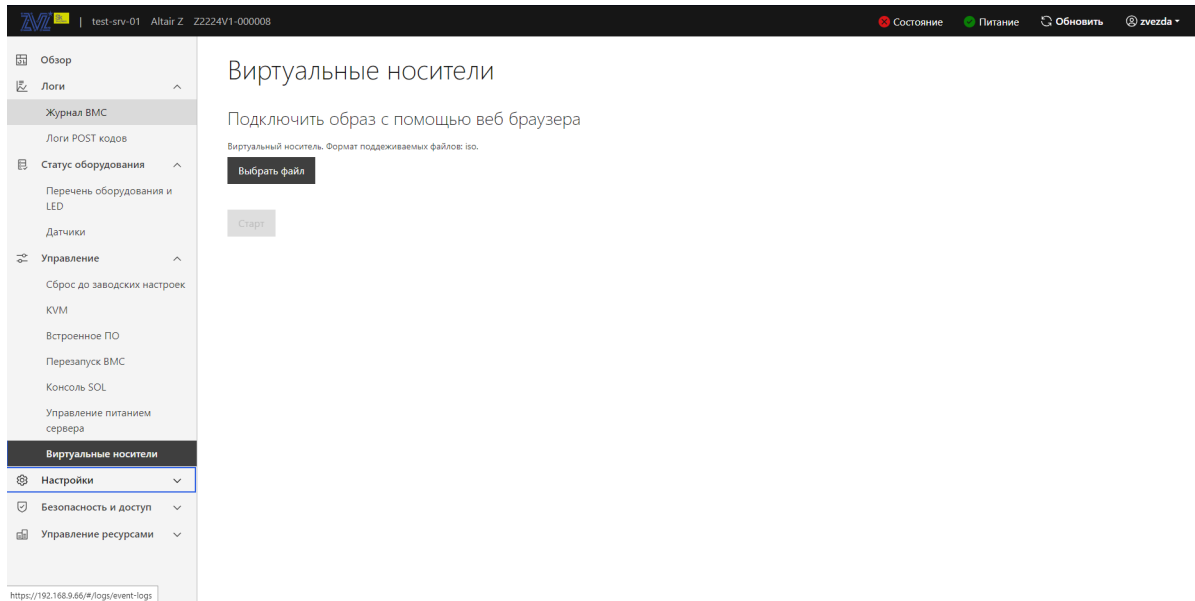

Рис. 89. Окно «Виртуальные носители»
- 7) Пройдите во вкладку «Управление» → «Виртуальные носители» в данной вкладке осуществляется виртуальное подключение периферийных устройств. Окно показано на рис. 89 Окно «Виртуальные носители»